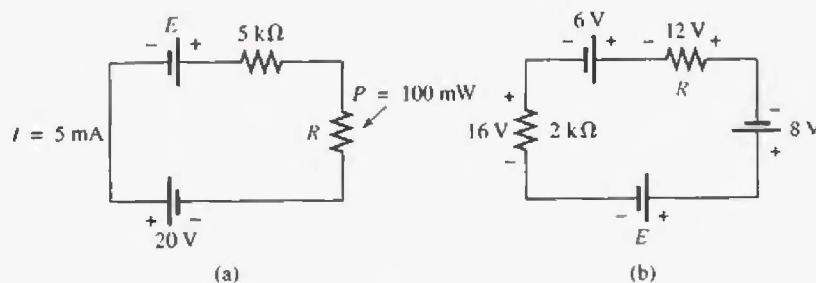

FIGURA 5.76
- *6. Encuentre la fuente de voltaje desconocida y el resistor para las redes de la figura 5.76. También indique la dirección de la corriente resultante.